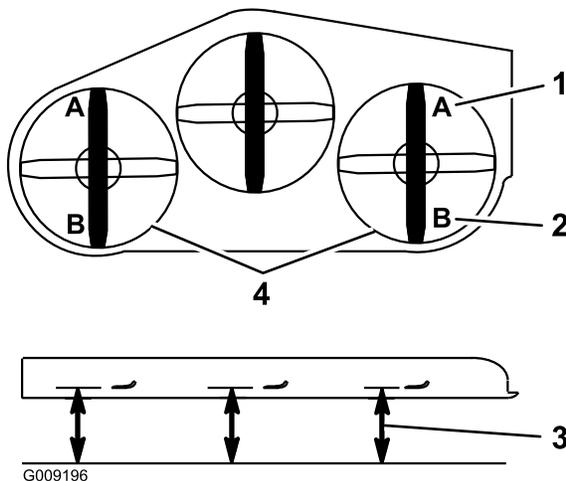

Figura 86
9. En ambos lados de la carcasa, mida desde la superficie nivelada hasta la punta delantera de la cuchilla (Posición A). La distancia debe ser de 7.6 cm (3") (Figura 86).
15. En ambos lados de la carcasa, mida desde la superficie nivelada hasta la punta trasera de la cuchilla (Posición B). La distancia debe ser de 8.3 cm (3 1/4") (Figura 86).